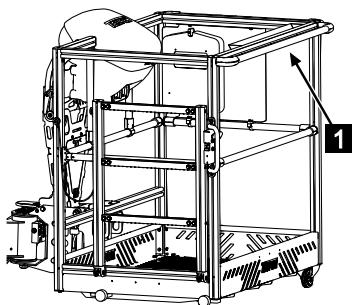

Abb. 151
2. 2. Person: Arbeitskorb nach oben Abstützen (Abb.151/1).